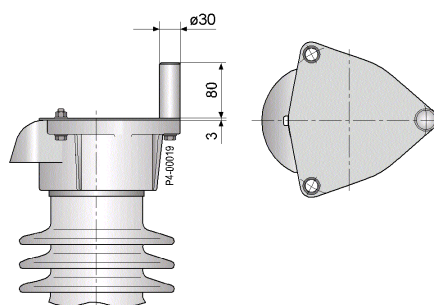

Fig. 11. Terminal de perno 3EX6 116 / 3EX6 120
- Terminal de perno 3EX6 116 (acero anticorrosivo [Fig. 11.]) así como
Si se utiliza un terminal de perno [Fig. 11.] o un terminal plano [Fig. 12.] o [Fig. 12.], vienen ya de fábrica montados los accesorios especiales necesarios.